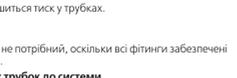

Рис. 9
- Притисніть кільце на замку (рис. 9).